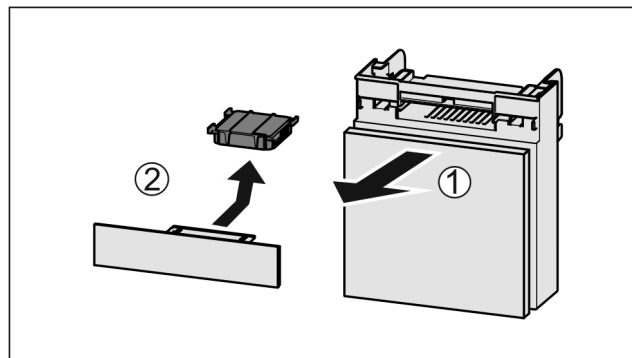

Fig. 113
- Lade vanaf de voorkant eruit trekken Fig. 113 (1).
- Actiefkoolfilter verwijderen Fig. 113 (2).